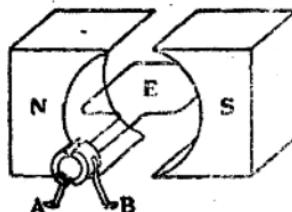

图 103
2. 图 103 是电动机示意图：A 和 B 是两个电刷，N 和 S 是场磁铁的两极，E 是电枢。